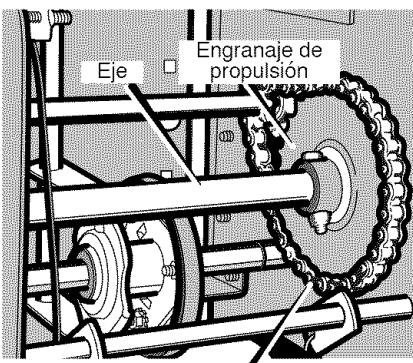

Figura 88
7. Quite los sujetadores que fijan el **engranaje de propulsión** al **eje** (Figura 88).
16. Instale la llanta izquierda, el **eje** y el **engranaje de propulsión** con los sujetadores que quitó antes. Instale la **cadena** en el **engranaje de propulsión** (Figura 88).